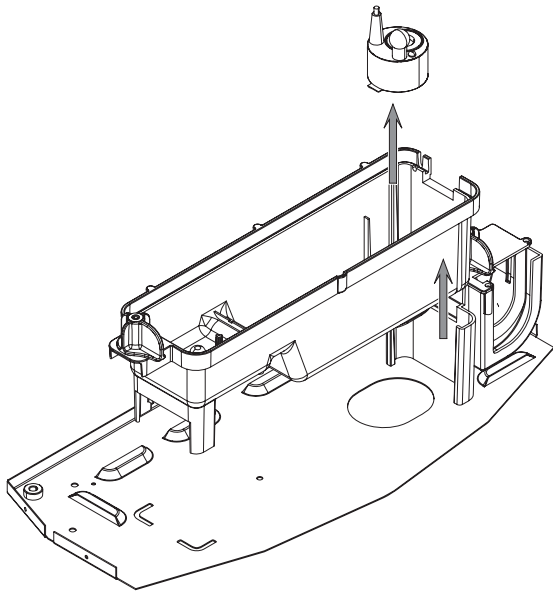

Fig.6a
5. Suelte las pestañas de bloqueo del sumidero derecho girándolas 90°. Esto permite levantar el sumidero totalmente desde su ubicación. (Véase la Fig. 6a)